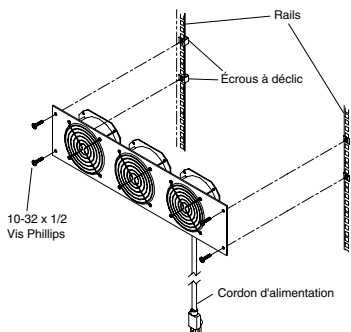

Figure 3
5. À l'aide d'un assistant, fixer le panneau de ventilateurs aux écrous à dé clic avec les vis Phillips 10-32 x 1/2 incluses (voir Figure 3). Brancher le cordon d'alimentation dans une prise mise à la terre, 120 V.